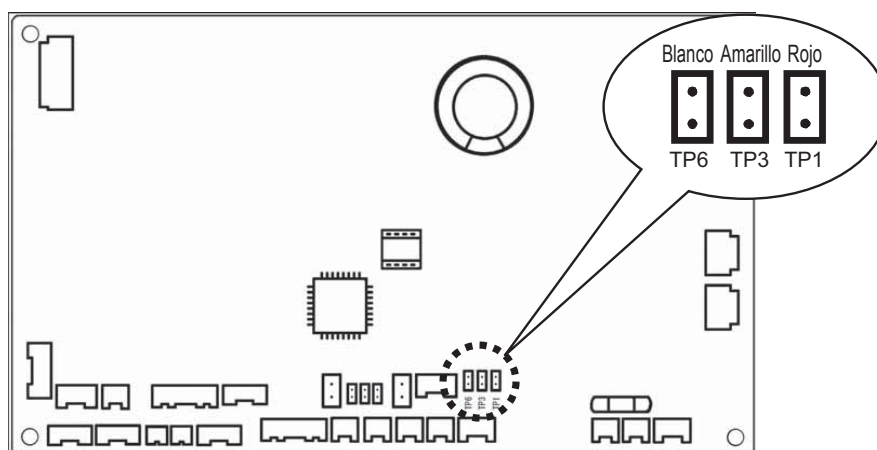

Fig. 5
- ① Abrir la caja de componentes eléctricos y comprobar el PCB de control de la unidad interior. (Fig. 5)
- ② Conectar el puente (2P: amarillo) suministrado con el accesorio a la patilla correcta del conector en el PCB de control de la unidad interior, según el número del ajuste confirmado en la Tabla 2 (Tabla de ajustes de la derivación del motor del ventilador DC).
- Si el nº de ajuste es (1), conectar el puente a la patilla del conector TP1 (2P: rojo) en el PCB de control de la unidad interior.
- Si el nº de ajuste es (3), conectar el puente a la patilla del conector TP3 (2P: amarillo) en el PCB de control de la unidad interior.
- ② Conectar el puente (2P: amarillo) suministrado con el accesorio a la patilla correcta del conector en el PCB de control de la unidad interior, según el número del ajuste confirmado en la Tabla 3 (Tabla de ajustes de la derivación del motor del ventilador DC).